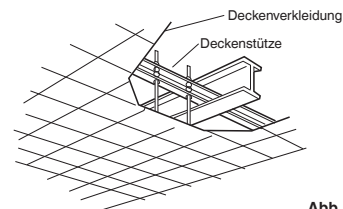

Abb. 3-60
- Die bereits vorhandenen Deckenstützen verwenden bzw. eine geeignete Stütze herstellen, wie in der Abbildung gezeigt. (Abb. 3-60)